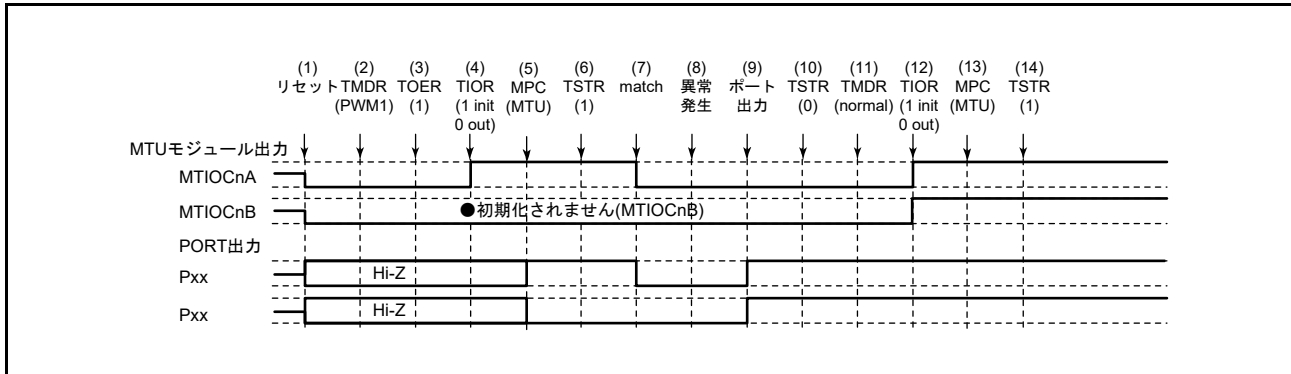

図 19.158 PWM モード 1 で異常が発生し、ノーマルモードで復帰する場合
PWM モード 1 で異常が発生し、再設定後ノーマルモードで再スタートする場合の説明図を図 19.158 に示します。
(1) ~ (10) は図 19.158 と共通です。
(11) PWM モード 1 で再スタートする場合には必要ありません。
(12) TIOR レジスタで端子を初期化してください (PWM モード 1 では MTIOcNB (MTIOcND) 端子に波形が出力されません。出力すべきレベルがある場合は、I/O ポートのポート方向レジスタ (PDR)、ポート出力データレジスタ (PODR) で汎用出力ポートの設定をしてください)。
(13) MPC と I/O ポートのポートモードレジスタ (PMR) で MTU 出力としてください。
(14) TSTR レジスタで再スタートします。
(11) PWM モード 2 を設定します。
(12) TIOR レジスタで端子を初期化してください (PWM モード 2 では周期レジスタの端子に波形が出力されません。出力すべきレベルがある場合は、I/O ポートのポート方向レジスタ (PDR)、ポート出力データレジスタ (PODR) で汎用出力ポートの設定をしてください)。
- (1) ~ (10) は図 19.158 と共通です。
(11) 位相計数モードを設定します。
(12) TIOR レジスタで端子を初期化してください。
- (11) 波形生成部の初期化のためノーマルモードを設定してください。
- (12) TIOR レジスタで PWM モード 1 の波形生成部を初期化してください。
- (13) TIOR レジスタで PWM モード 1 の波形生成部の動作を禁止してください
- (14) TOERA レジスタで MTU3、MTU4 の出力を禁止してください。
- (15) TOCR1A、TOCR2 レジスタ A で相補 PWM の出力レベルと周期出力の許可禁止を選択してください。
- (16) 相補 PWM を設定します。
- (17) TOERA レジスタで MTU3、MTU4 の出力を許可してください。
- (18) MPC と I/O ポートのポートモードレジスタ (PMR) で MTU 出力としてください。
- (19) TSTRA レジスタで再スタートします。